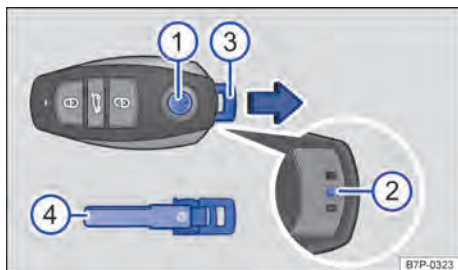
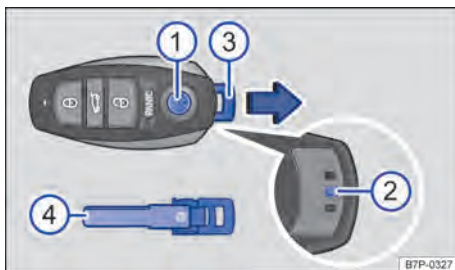

Fig. 35 Retirar a chave de emergência da chave do veículo .
Fig. 36 Destravar a chave de emergência com o botão do alarme e retirá-la do veículo .
Na chave do veículo se encontra uma chave de emergência ⇒ **Fig. 35** 4 ou ⇒ **Fig. 36** 4 para destravamento e travamento manual.
- Pressionar o botão ⇒ **Fig. 35** 1 ou ⇒ **Fig. 36** 1 com uma mão e manter pressionado.
- Inserir a chave de emergência ⇒ **Fig. 35** 4 ou ⇒ **Fig. 36** 4 na abertura da chave do veículo.